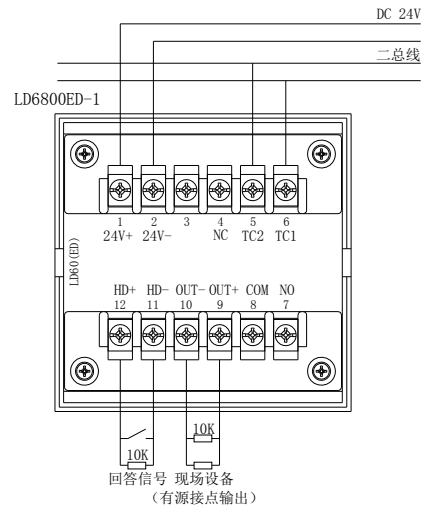

图 4-2
- ★ 接线：剪、剥导线后按照接线图和端子图将TC二总线、DC 24V电源线与相应端子正确连接，并且模块输入线、输出线末端(远离模块端)并联2个10KΩ的终端电阻(具体接线参照图4-2接线图)